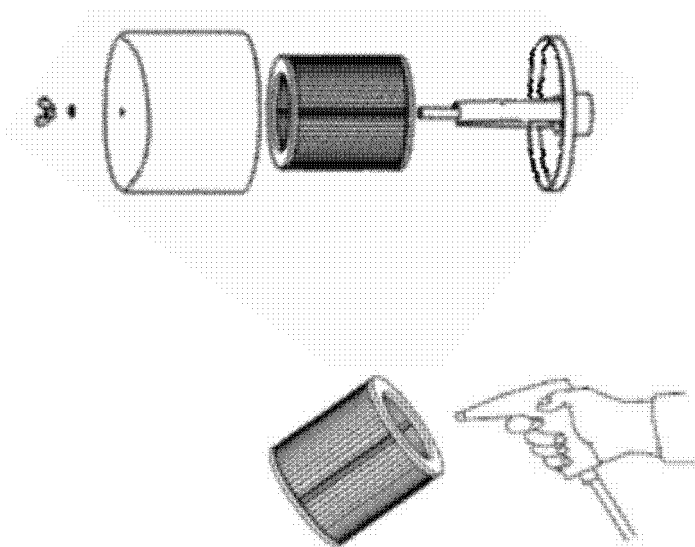

Рисунок 9
8.4 Очистка и замена фильтра воздушного (рис.9):